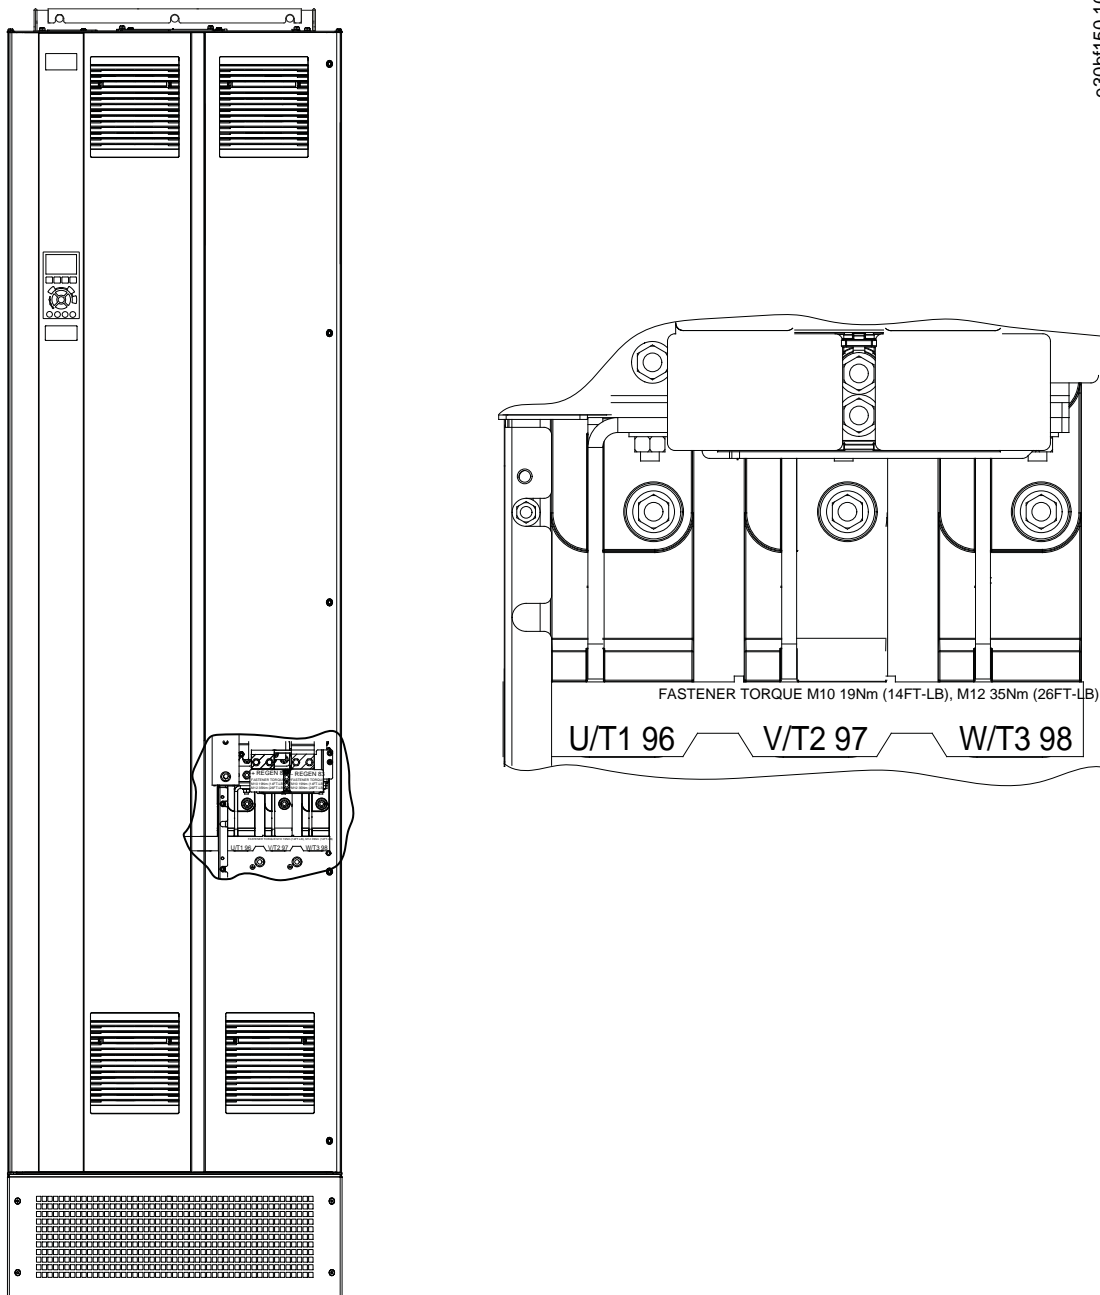

Abbildung 18: AC-Motorklemmen (abgebildet ist E1h).
4. Schließen Sie die 3 Phasen des Motorkabels an die Klemmen 96 (U), 97 (V) und 98 (W) an. Siehe Abbildung 18.